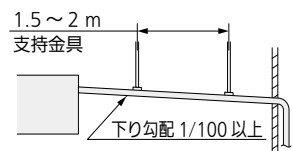

図 16
- 下り勾配は(排水側を下に) 1/100以上とってください。(図 16)